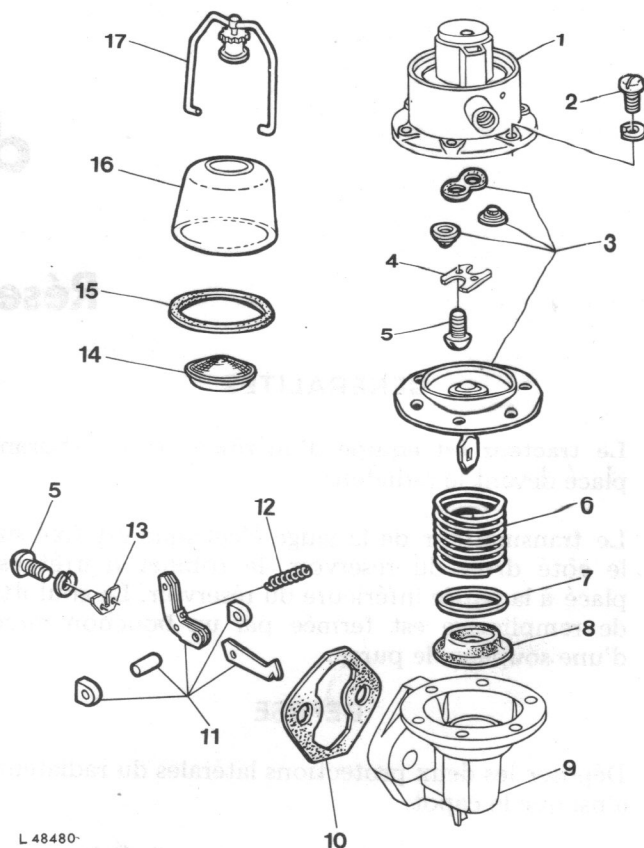

Fig. 2 - Eléments de la pompe d'alimentation
Démonter la pompe suivant la figure 2. Pour plus de facilité, repérer le couvercle de pompe 1 et le corps de pompe 9.
En dehors des différents éléments (voir fig. 2) il existe trois ensembles de réparation.
1. Un petit ensemble composé de membrane, clapet et joint (voir 3, fig. 2).
2. Un ensemble pour remplacer le levier de commande de la membrane et les pièces de fixation de celui-ci (v. 11 fig. 2).
3. Un ensemble complet pour la révision de la pompe composé de: membrane, clapets et joint (voir 3, fig. 2) ainsi que le ressort de membrane 6, joint 7, manchette d'étanchéité 8, joint 10, ressort 12 et joint 15.
Monter la pompe d'alimentation suivant les indications de la figure 2, en observant ce qui suit: